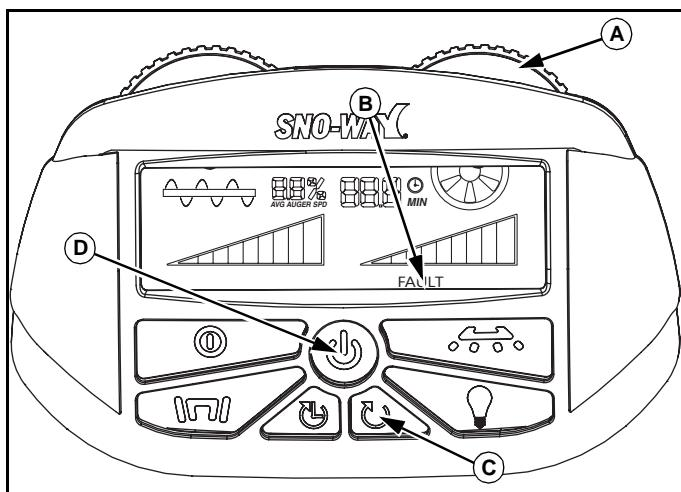

Abb. 1-19
Wenn der Rotor mit Streugut überlastet ist, dann wird das Wort FAULT (FEHLER) (A) auf dem Bildschirm angezeigt. Der rechte Rotordrehknopf  (B), die EIN-/Aus-Taste  (D) und die Fehlerrücksetztaste  (C) blinken dann rot. Das Diagramm verschwindet und der Rotor versucht, die Blockierung zu beseitigen. Wenn die Blockierung beseitigt ist, nimmt der Streuer wieder seinen vorherigen Betrieb auf. Wenn die Blockierung nicht beseitigt wurde, gibt das Gerät einen Piepton ab und funktioniert nicht mehr. Das Wort FAULT (FEHLER) (B) bleibt auf dem Bildschirm beleuchtet. Der Rotordrehknopf und die Fehlerrücksetztaste blinken rot, die Ein-/Aus-Taste ist konstant rot. (Siehe Abb. 1-19.)